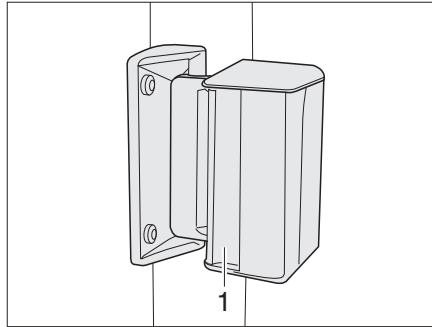

Fig. 67 Finestra scorrevole
- Premere la maniglia (Fig. 67,1) e contemporaneamente spingerla o tirarla avanti o indietro.